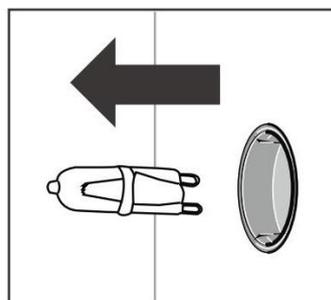

Рис. 6
3. Снимите лампу и замените ее на аналогичную. (Рис. 6)